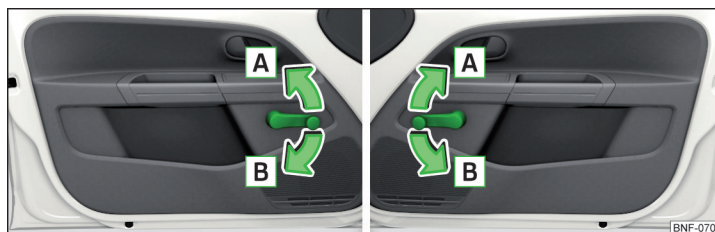

Abb. 35 Fensterbedienung: links / rechts
- Zum **Öffnen** die Kurbel in Pfeilrichtung **A** drehen » Abb. 35.